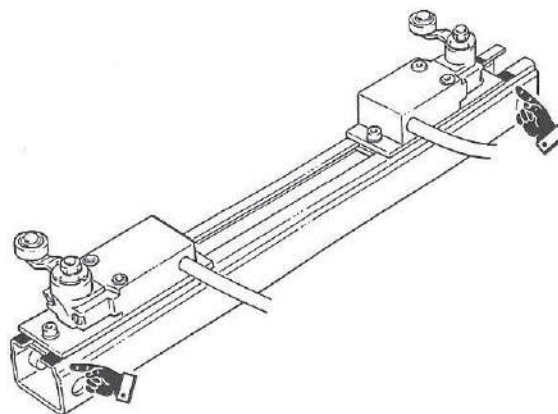

fig.87
- Las posiciones de max. subida y de max. bajada están marcadas con una comparación de demarcación de color rojo, que **NO DEBE NUNCA** ser superado (fig. 87).